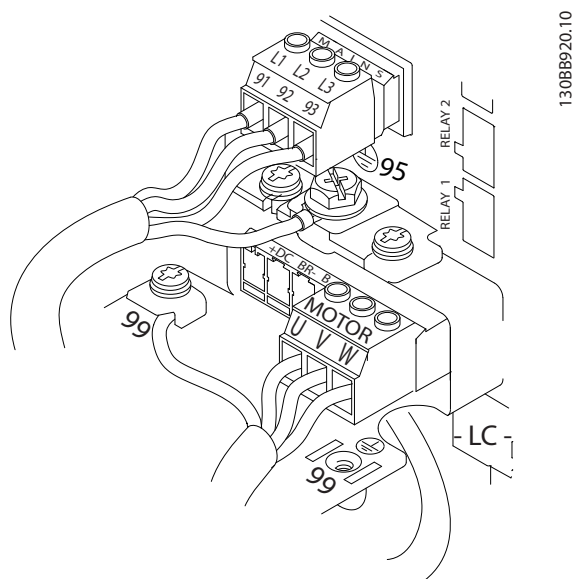

Abbildung 2.8 Beispiel für die Verdrahtung von Motor, Netz und Erdung
- Schließen Sie die Dreiphasenmotorverkabelung an die Klemmen 96 (U), 97 (V) und 98 (W) an.
- Schließen Sie den Stromanschluss des Dreiphasenwechselstromeingangs an die Klemmen L1, L2 und L3 an (siehe *Abbildung 2.8*).
In *Abbildung 2.8* wird der Netzeingang, Motor und die Erdung für grundlegende Frequenzumrichter dargestellt. Die jeweiligen Konfigurationen ändern sich je nach Einheit und optionaler Ausrüstung.